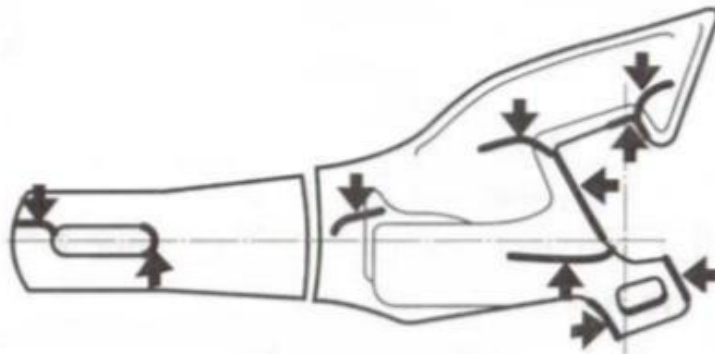

Рис. 1. Износы и повреждения в корпуса автосцепки
- Трещины в корпусе автосцепки в указанных на (рис.1) местах не допускаются.